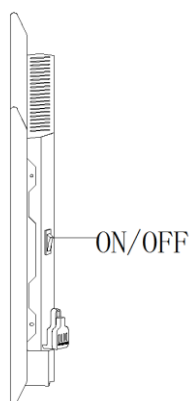

Fig.7
5. Coloque 2 tornillos en el soporte de pared superior.(Fig.7)
Una vez que el aparato se haya colocado y enchufado correctamente en el enchufe, presione el "Interruptor de alimentación principal" en la posición "I" para tener voltaje. (Fig 7)